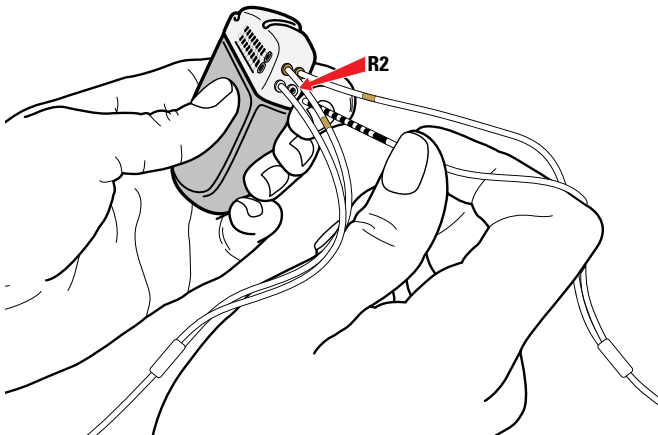

Figure 46. Connexion au port R2 du GII
b. Connecter l'extrémité sans bande de marquage au port R2 (Figure 46).